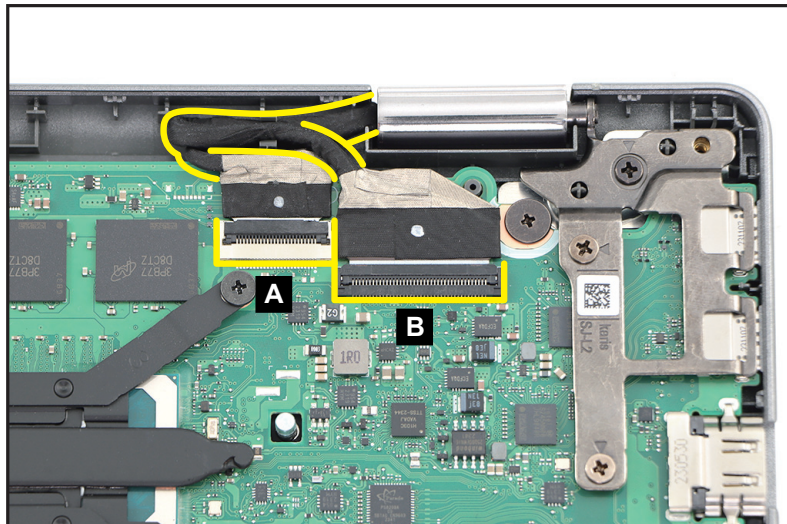

Figure 1-25. Retrait du module LCD
1. Débranchez le câble LCD (câble de la caméra MIPI) du connecteur de la carte mère (A) (Figure 1-25).
2. Débranchez l'autre câble LCD du connecteur de la carte mère (B). Sortez ensuite les câbles des guides de câble (Figure 1-25).